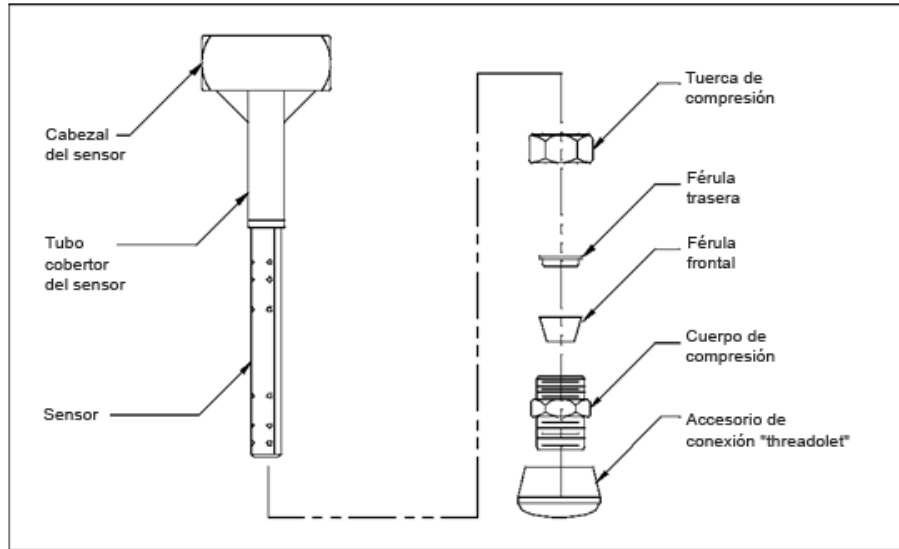

Figura 2. Verabar® modelo V100
- Ensamble sin ajustar el sensor, la tuerca de compresión, la férula trasera, la férula frontal y el cuerpo de compresión en el accesorio de conexión "threadolet" (ajuste a mano) e inserte el conjunto del sensor en la tubería. La férula trasera y la férula frontal deben estar en la secuencia y orientación correctas como se muestra en la figura 2.
- Deslice la tuerca de compresión, la férula trasera y, luego, la férula frontal, en el tubo cobertor. **La férula trasera y la férula frontal deben estar en la secuencia y orientación correctas como se muestra en la figura 2.** La férula trasera debe estar junto a la rosca de compresión con el extremo cónico apuntando hacia la férula frontal. El extremo cónico de la férula frontal debe apuntar hacia el cuerpo de compresión.